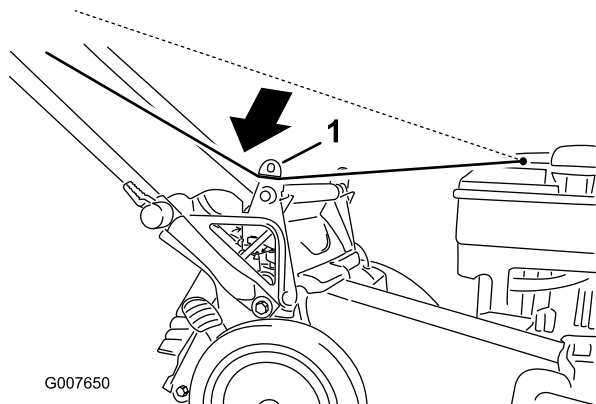

Figure 21
1. Faites passer le câble du lanceur autour du guide inférieur (Figure 21).